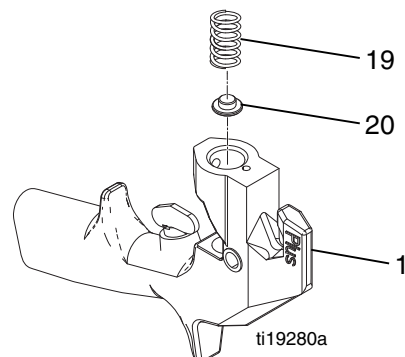

FIG. 15
5. Si le ressort (19) a été retiré, graissez le système de réglage du ressort (20) et placez le ressort sur le système de réglage, puis posez-le dans le corps du pistolet (1). Consultez la FIG. 15.